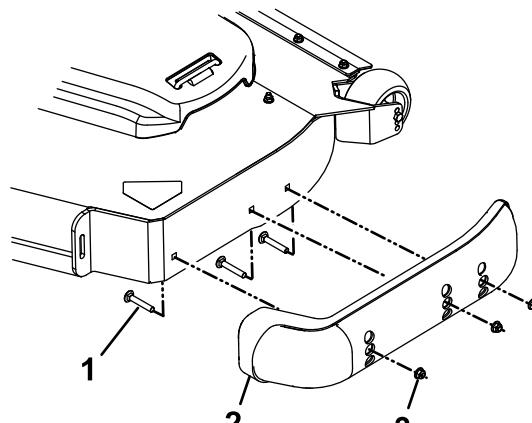

Figura 29
- Retire los pernos de cuello cuadrado y las tuercas de cada patín (Figura 29).